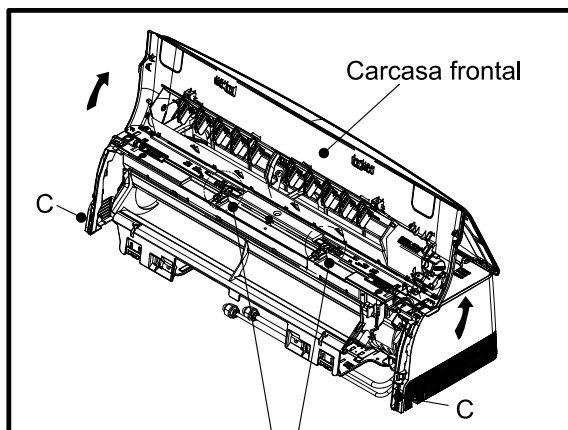
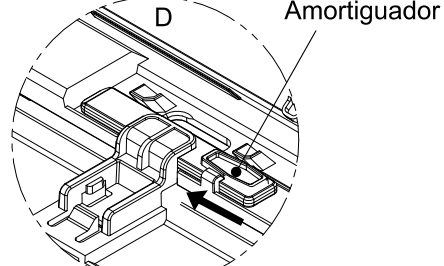

Fig. 11
Fig. 12
- 4) En la posición C, abra la carcasa frontal como se muestra en la Fig. 11. Después, en la posición D, empuje los amortiguadores para evitar que la carcasa frontal caiga, como se muestra en la Fig. 12.